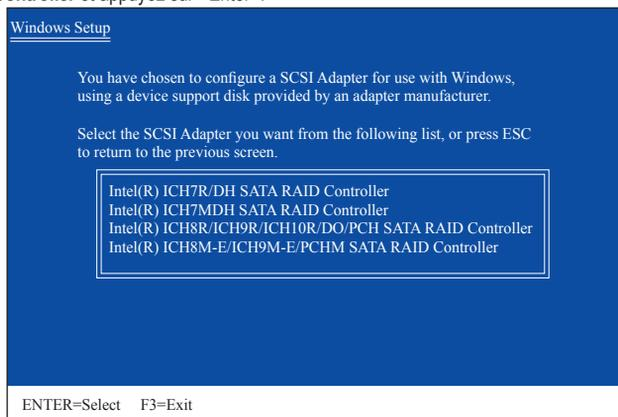

Figure 2
Insérez la disquette contenant le pilote SATA RAID/AHCI et appuyez sur <S>. Un menu du contrôleur, similaire à celui dans Figure 2 ci-dessous, apparaîtra. Sélectionnez **Intel(R) ICH8R/ICH9R/ICH10R/DO/PCH SATA RAID Controller** et appuyez sur <Enter>.